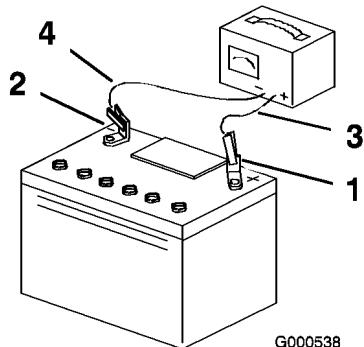

Figure 32
- Quand la batterie est chargée au maximum, débranchez le chargeur de la prise, puis débranchez les fils du chargeur des bornes de la batterie (Figure 32).